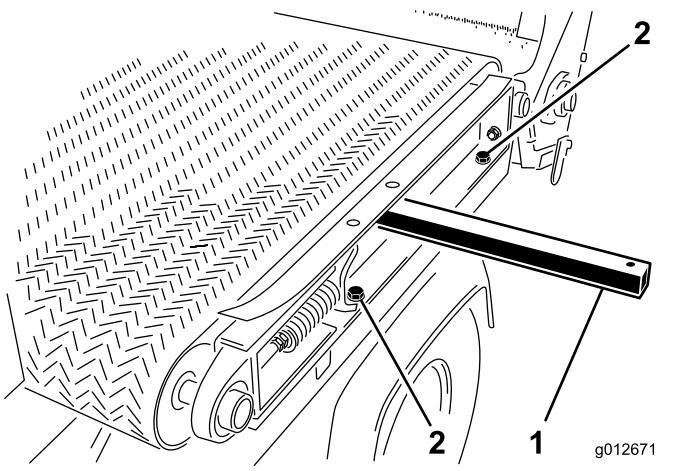

Рисунок 34
- С левой стороны машины отверните 2 болта с 2 шайбами, которые крепят балку подвижной рамы к левому крылу (Рисунок 34).
- Вставьте подъемный рычаг в отверстие левой балки подвижной рамы и поднимите подъемный рычаг так, чтобы слегка отклонить раму; см. Рисунок 34 в разделе Снятие подвижной плиты \(страница 26\).